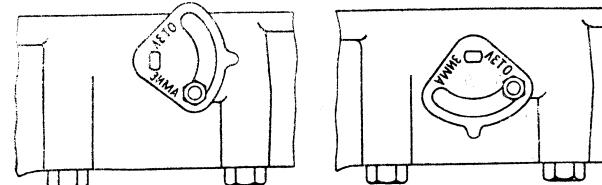

Рис. 20. Положение заслонки подогрева смеси при ручной регулировке.
**Подогрев смеси** осуществляется в центральной части всасывающей трубы у ее плоской стенки в месте соединения с выхлопной трубой. Степень подогрева смеси регулируется заслонкой. Положение заслонки подогрева смеси устанавливается от руки. При регулировке с переходом от зимнего к летнему сезону и обратно, одновременно с переменой зимних и летних смазок поверните и закрепите заслонку в положение, указанное надписями «лето» и «зима» (рис. 20). Соответствующая надпись должна располагаться рядом со шпилькой крепления заслонки.
да изолятор свечи лопается. Проверку величины зазора между электродами делайте шупом из комплекта шоферского инструмента (рис. 20).